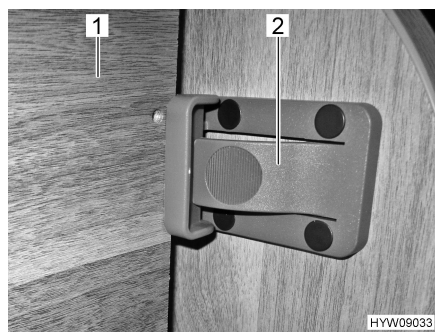

Bild 33 Säkerhetsanordning fram
- Lyft (Bild 33,1) sängen.
- Säkra sängen med låset (Bild 33,2) i möbelväggen.
- Tryck på låset (Bild 33,2).